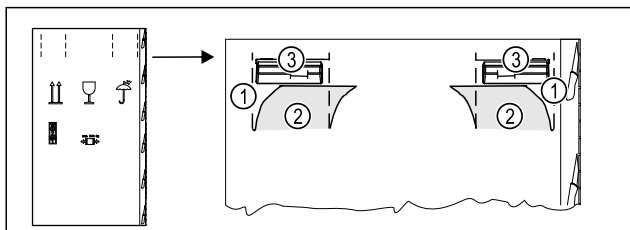

Fig. 6
- ▶ Comprimerne il cartone di imballaggio in alto sulla perforazione Fig. 6 (1).
- ▶ Estrarre le linguette compresse Fig. 6 (2).
- ▶ La maniglia di trasporto Fig. 6 (3) a destra e a sinistra è visibile.
- ▶ Tenere l'apparecchio dalle maniglie di trasporto Fig. 6 (3).